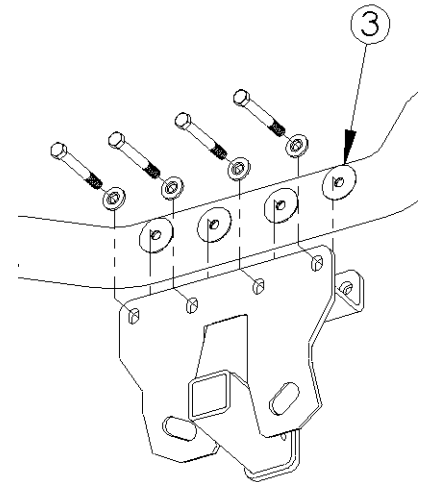

FIGURE 2
4. Si l'écart est excessif entre les surfaces verticales de l'attelage et de la structure du pare-chocs, utiliser des rondelles plates pour caler. Du ruban adhésif de cellophane peut servir à les maintenir en place. Voir la figure 2.